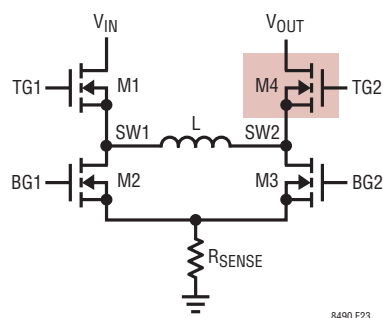

図23. スイッチの簡略図
1. CCM/DCMモードの自動的な切り替え：インダクタ電流のリップルが非常に大きいと、LT8490はDCMのまま大電流で動作することになる可能性があります。この場合、(図23で強調表示されている)M4スイッチは、このデバイスのボディ・ダイオードを流れるバッテリー充電電流によって高温になる可能性があります。